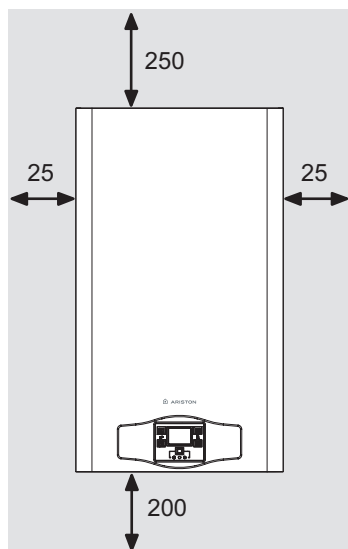

Figura 5.1
- Alrededor del aparato, deje las distancias mínimas indicadas en la Figura 5.1.